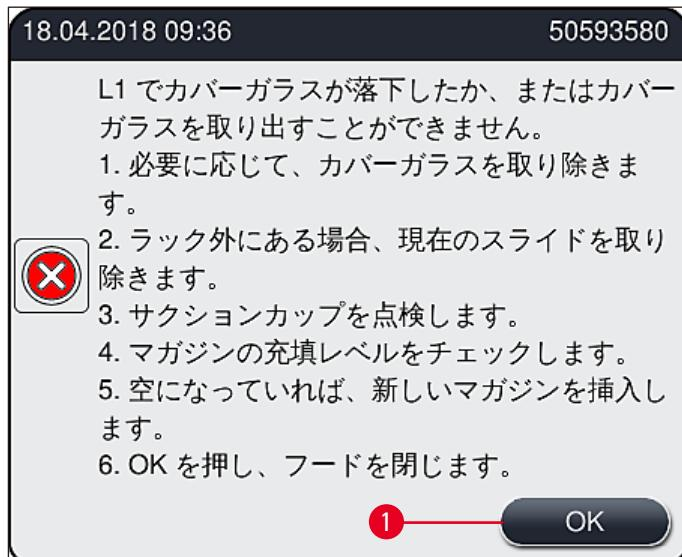

図 109
Pick&Place モジュールがスライドへと移動する間にカバーガラスを落とした場合、またはPick&Place モジュールがカバーガラスマガジンからのカバーガラスのピックアップに3回連続して失敗した場合、エラーメッセージ(→図109)が表示されます。
- ① このメッセージ(→図109)が表示された場合、オペレーターはまず、スライドへの搬送中にカバーガラスが失われたのか、またはPick&Place モジュールがカバーガラスマガジンからのカバーガラス取り出しに失敗したのかを確認する必要があります。